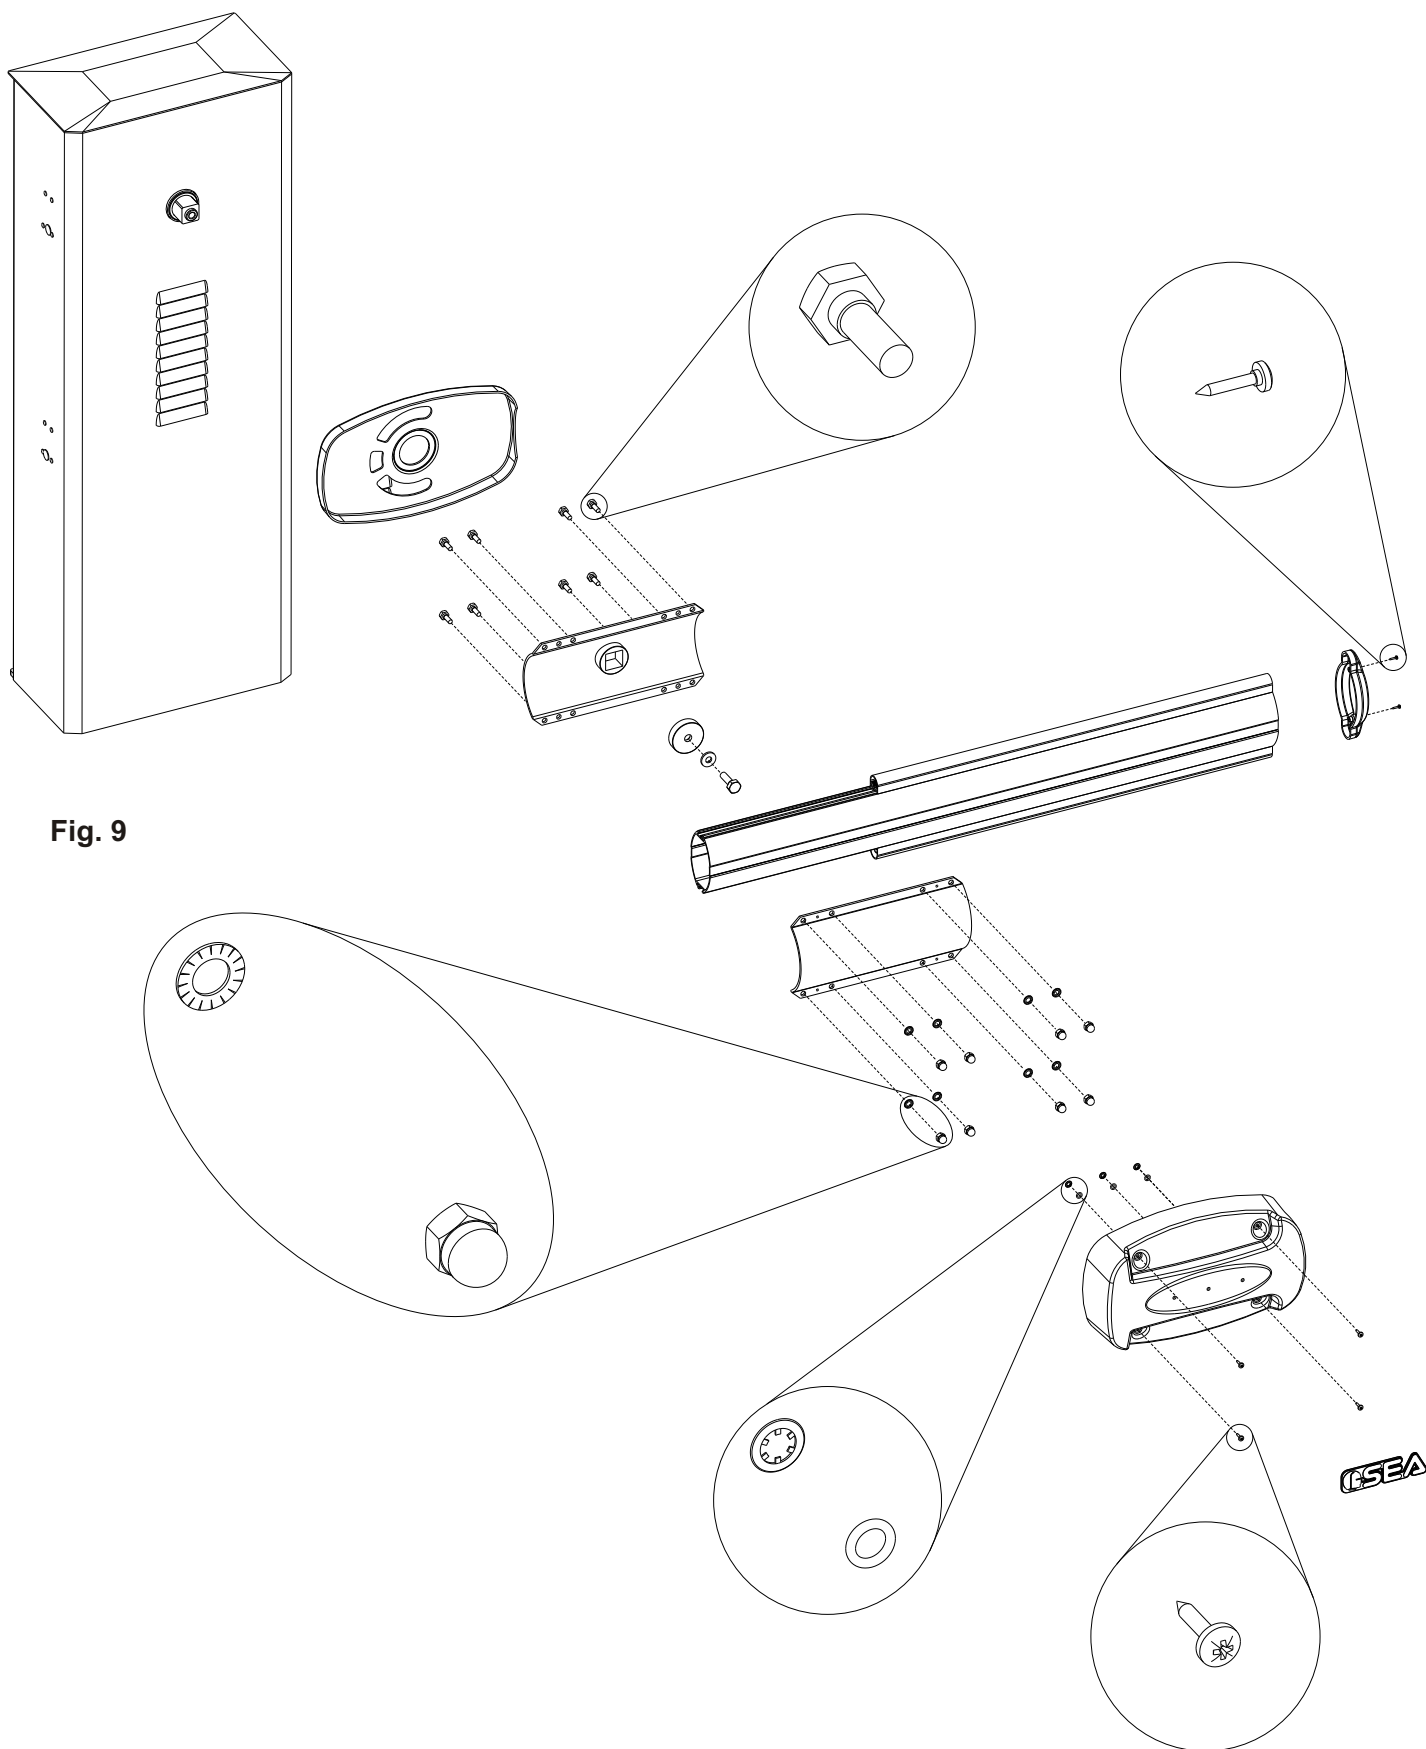

Fig. 9
6) Assemblage de la lisse Linear (Fig. 9)